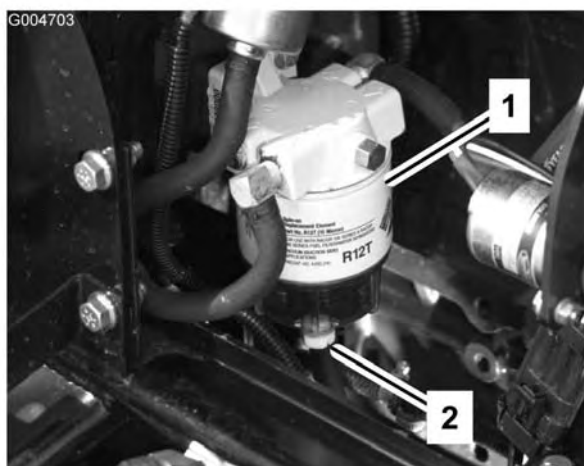

Figura 50
Retire diariamente a água ou outro contaminante do separador de água (Figura 50).
2. Desaperte o tampão de escoamento que se encontra na zona inferior do recipiente do filtro (Figura 50). Volte a apertar o tampão após o escoamento.